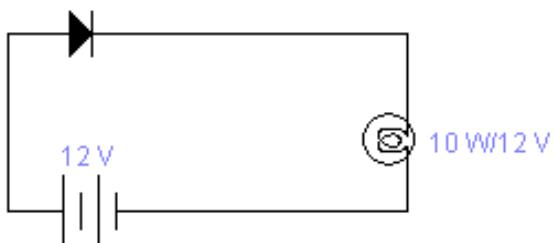

Рисунок 4.32 – Схема 2 з діодом та лампочкою
1. Перевірити властивість односторонньої провідності діоду. Для цього скласти схему, яка вміщує діод, лампу накалювання та батарею (рис. 4.32).